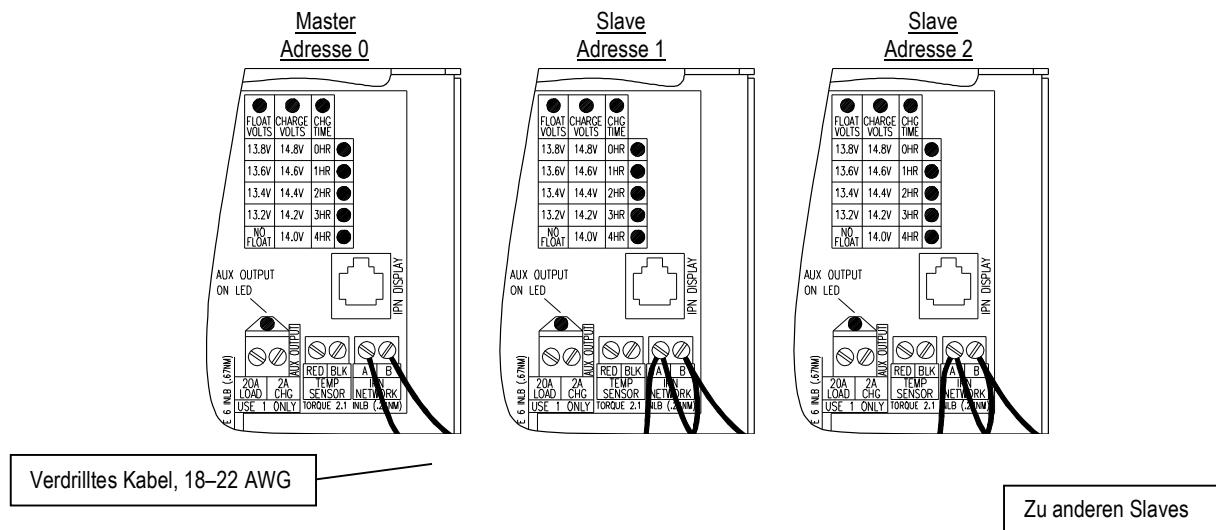

ABBILDUNG 5
Eine Kommunikationsverbindung zwischen den Reglern wird hergestellt durch Serienschaltung mittels eines verdrillten Kabels vom IPN-Netzwerkanschlussblock, Regler zu Regler (A zu A, B zu B) wie in Abbildung 5 dargestellt. Es können bis zu 8 IPN-basierte Laderegler in einem Mehrfachregler-System verbunden werden. Die Geräteadresse 0 (Null) ist der Master und 1 – 7 sind die Slaves. Der Master regelt den Ladevorgang und regelt die Aktivitäten der Slaves. Das Laderegelungs-System startet, wenn ein oder mehrere Regler PV-Eingangsspannung erhalten.
- 6) Alle Regler müssen wie in Abbildung 5 dargestellt am IPN-Netzwerk angeschlossen werden.